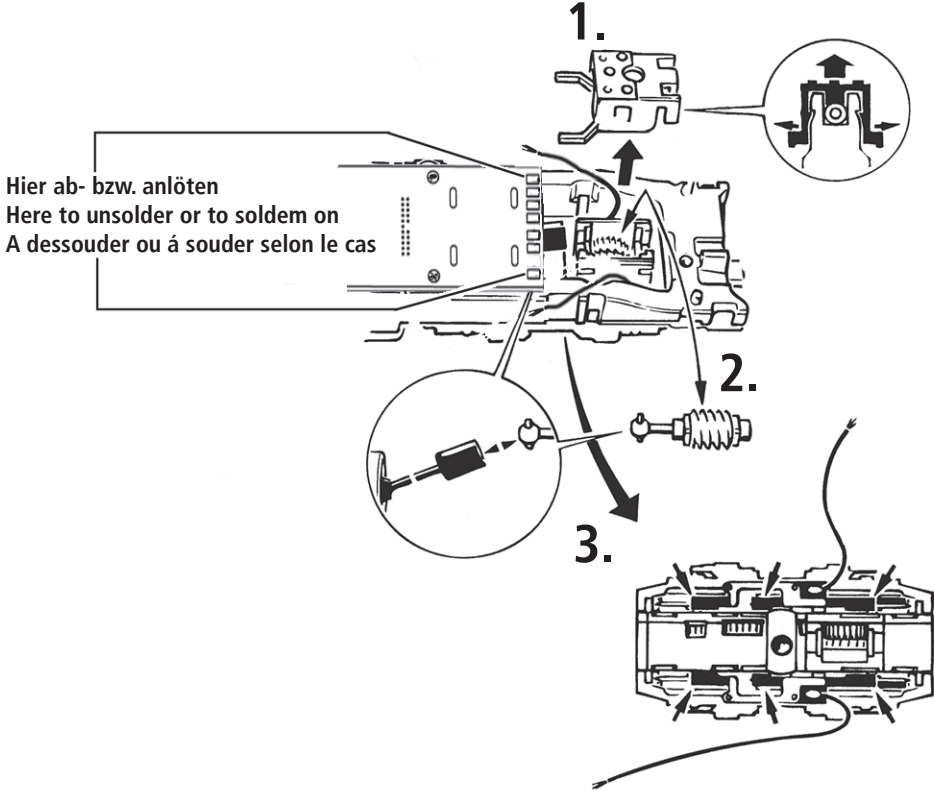

Fig. 7
3. Haftreifenwechsel: Zuerst den Getriebedeckel abnehmen (Fig. 4). Danach den **Radsatz** herausnehmen und die **Haftreifen** mit einer Nadel od. mit einem feinen Schraubendreher abziehen (Fig. 7). Beim Aufziehen der neuen Haftreifen darauf achten, dass diese sich nicht verdrehen.
3. Change of traction tyre: Remove the gear cover (fig. 4). Take out **wheel set** and remove **traction tyre** using a pin or a fine screwdriver (fig. 7). When pressing on the new traction tyre please **avoid twisting it**.
3. Échange des bandages d'adhérence: Démontez d'abord le **couvercle du carter des engrenages** des engrenages (fig. 4). Délogez ensuite les essieux bandagés et enlevez, à l'aide d'une aiguille ou d'un tourne-vis fin, les bandages d'adhérence (fig. 7). Lors du montage des nouveaux bandages veuillez veiller à ce que les bandages **ne soient pas tordus**.